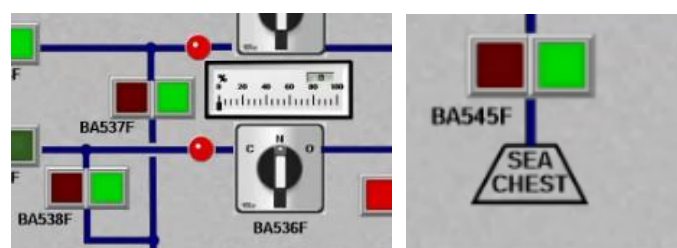

Figura 56- vàlvula sea chest i connexió amb línies 1 i 2
3. El següent pas serà obrir les vàlvules BA537F i BA538F, aquestes vàlvules són les que comuniquen el *sea chest* amb les línies 1 i 2 i les seves bombes. Per fer-ho mantindrem premut el botó verd i esperem que s'obrin completament (*Figura 56 esquerra*).
4. Finalment, obrirem la vàlvula del *sea chest*, és a dir la BA545F, mantenint premut el boto verd. Un cop deixi de parpellejar aquesta estarà oberta i l'aigua començarà a entrar dins del circuit (*Figura 56 dreta*).